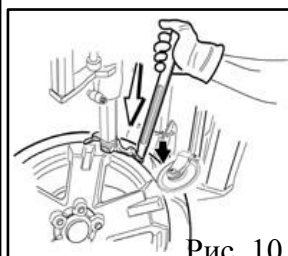
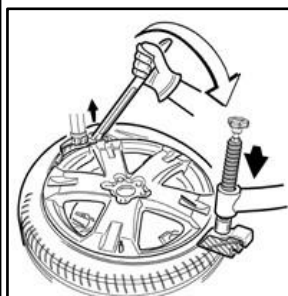

Рис. 10
Рис. 11
Установите (Рис. 10) ролик справа от монтажной головки, а инструмент прижима борта шины (4) (Рис. 11) с противоположной стороны так, чтобы они слегка нажимали на шину вниз для облегчения ввода монтировки (Y).
Установите инструмент прижима борта шины (см. 4 Рис.11) с противоположной стороны от монтажной головки, чтобы облегчить установку борта шины на монтажную головку, используя монтировку (Y).
Установите ролик (8) и инструмент прижима борта шины (4) справа от монтажной головки (X) так, чтобы верхний борт шины находился в соответствии с монтажным ручьем колесного диска (Рис.13). Для регулирования высоты инструмента прижима борта шины открутите или закрутите винт, как показано на Рис. 10 на стр. 9.